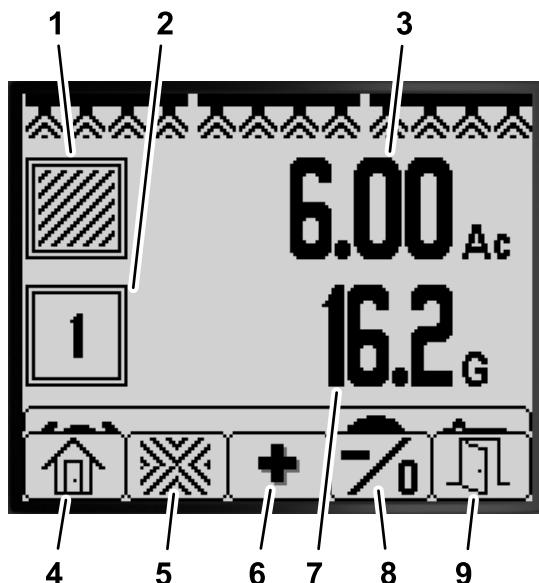

図 77
- ホーム画面で、ボタン5を長押しするとメニューバーが現れますから、ボタン 2 で Sub-Area 区画別面積を選んでください図 77。
- ホーム画面で、ボタン5を長押しするとメニューバーが現れますから、ボタン 3 で Sub-Area 区画別面積を選んでください図 77。
2. インフォセンターのボタン図 77を使って以下を行います